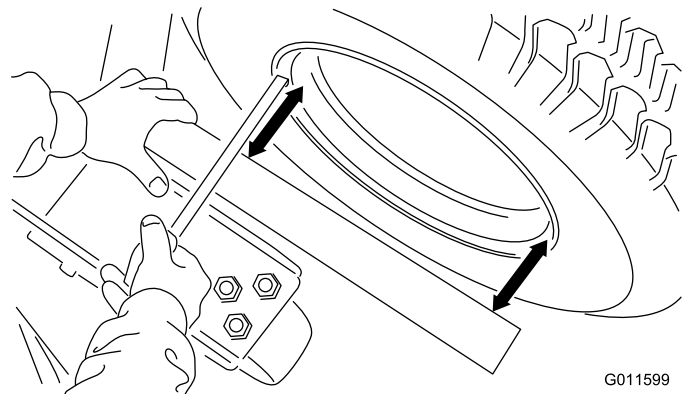

Bild 7
- Legen Sie eine rechteckige oder gerade Kante gegen die Mähwerkschweißstelle, die die Laufradgabel enthält (Bild 7). Verwenden Sie nicht die Laufradgabel selbst.
äußeren Kante) und der geraden Kante an zwei Stellen, wie in Bild 7 dargestellt. Aufgrund von Kanten- und Lackierunregelmäßigkeiten ist die äußere Kante kein zuverlässiger Messpunkt. Der Unterschied dieser zwei Werte sollte nicht über 3 mm liegen.